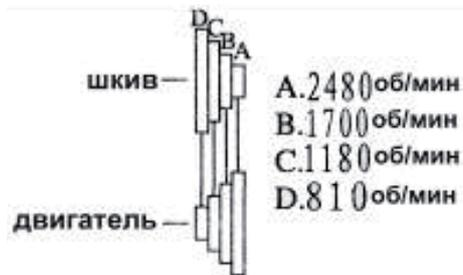

Рис. 6
- Схема на рис.6 показывает положение ремня для выбора скорости.